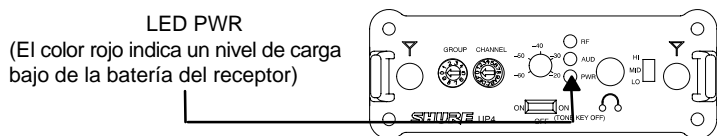

FIGURA 8
2. Observe el LED PWR del panel frontal (vea la Figura 8). Si se ilumina en rojo, el nivel de carga de la batería es bajo y la batería debe cambiarse inmediatamente.